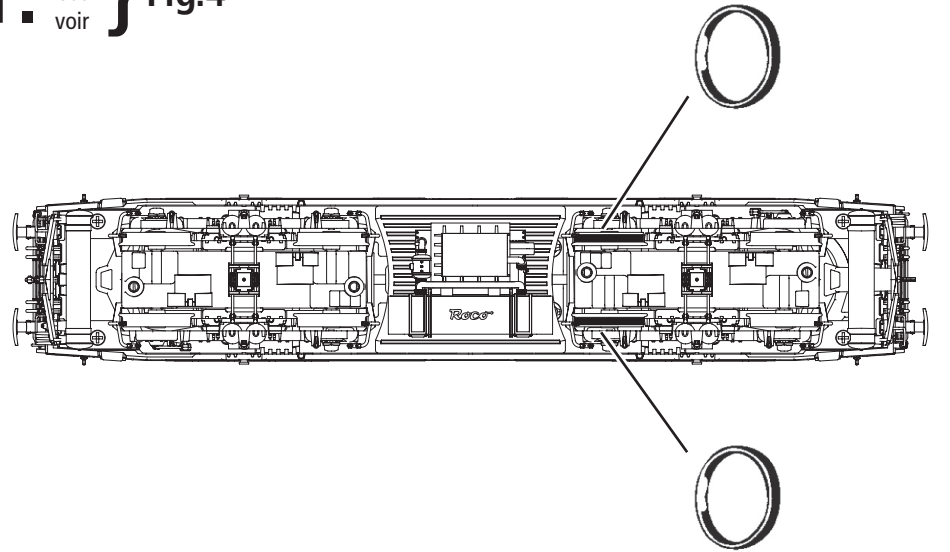

Fig. 10
siehe Fig. 10
A.C. pick up: see fig. 10
Remplacement courant alternatif: voir fig. 10